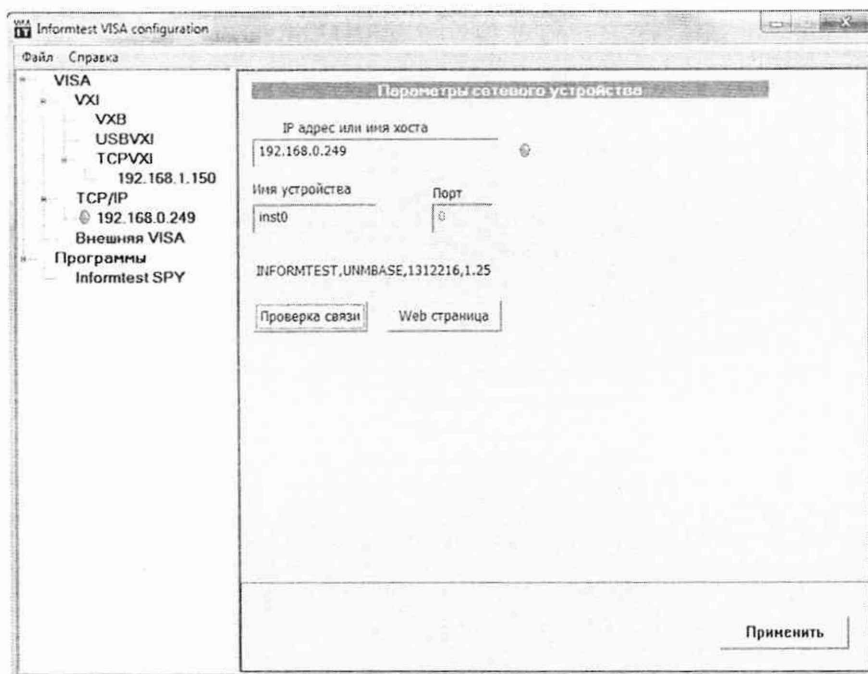

Рисунок 12 – Программная вкладка «Параметры сетевого устройства» после нажатия кнопки «Проверка связи»
Далее можно проверить подключение устройства, нажав кнопку «Проверка связи». Если устройство подключено, то рядом с IP-адресом проверяемого устройства появится зеленый индикатор (см. рисунок 12), если устройство не было найдено, то рядом с IP-адресом появится крест.
2.2.9.6 Информацию о необходимом ВТ-96 можно получить, наведя курсор мыши на кнопку «Web-страница» и щелкнув по ней левой кнопкой мыши, во вкладке «Параметры сетевого устройства» (см. рисунок 12). Запустится браузер, установленный на ПЭВМ, где будет отображен IP-адрес ВТ-96 и его характеристики.